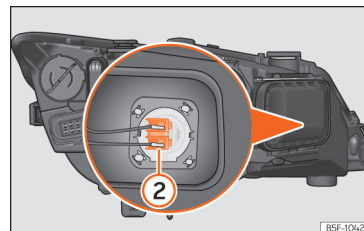

Abb. 60 Fernlichtleuchte.
- Drücken Sie den Stecker » Abb. 60 ② seitlich nach links oder rechts und ziehen Sie.